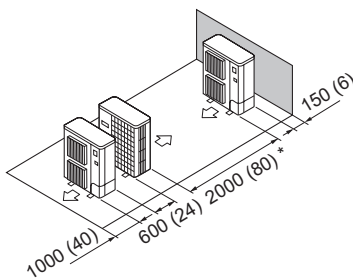

Fig. 2-16
(5) Disposición en paralelo de unidades simples (Fig. 2-16)